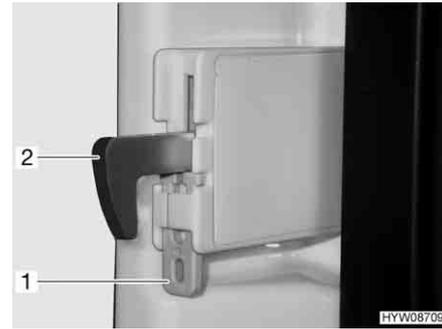

Fig. 140 Fissaggio del gancio di bloccaggio
*Fissaggio del gancio di bloccaggio:* ■ Spingere il dispositivo di fissaggio (Fig. 140,1) verso l'alto. Spingere il gancio di bloccaggio (Fig. 140,2) verso l'alto, disinserendolo.
*Sblocco del gancio di bloccaggio:* ■ Spingere il gancio di bloccaggio (Fig. 140,2) verso il basso. Il gancio di bloccaggio è di nuovo inserito.